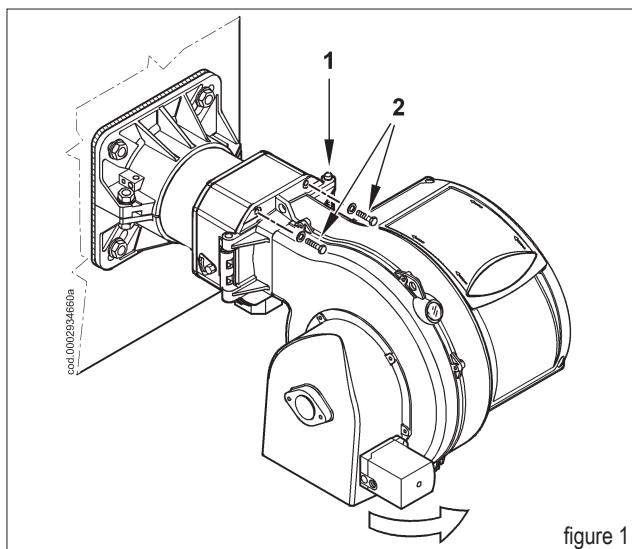

figure 1
Dévisser les deux vis (2) et tourner le brûleur autour du goujon (1) enfilé dans la charnière appropriée (figure 1).